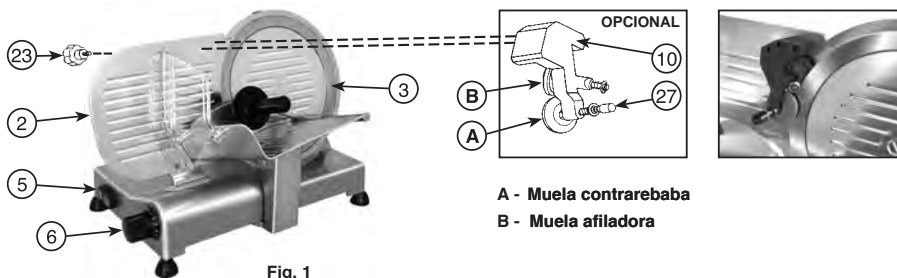

Fig. 1
- Posicionar el tabique móvil (2) a la máxima distancia de la cuchilla (3) rotando la empuñadura graduada (6).
- Aplicar el grupo afilador (10) sobre el tabique móvil (2) como se indica en la Figure 1, bloqueándolo sobre el mismo mediante el botón (23).
- Accionar el interruptor de marcha motor (5) en modo que se active el afilado automático; si fuese necesario girar la empuñadura graduada (6) hasta que la muela afiladora gire junto con la cuchilla.
- Dejar afilar la cuchilla automáticamente por aprox. un minuto, luego proceder pulsando el botón de presión de la muela contrarebaba (27) por cerca dos-tres segundos; al mismo tiempo que se suelta el botón, apagar el motor.
- Una vez efectuada la afiladura, sacar el afilador (10) del tabique móvil (2) e introducir el mismo en la sede de origen.